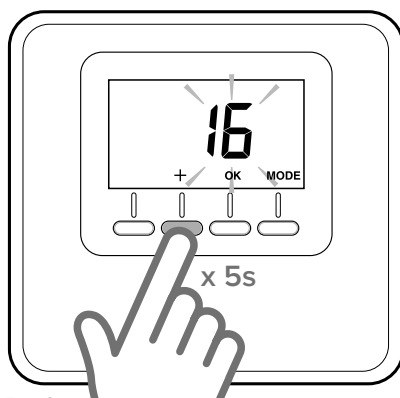

Fig. 6
- Apăsați tasta “+” de pe senzorul de mediu (fig. 6) timp de 5 secunde. Ecranul arată, alternativ, versiunea de software și sumarul modificării